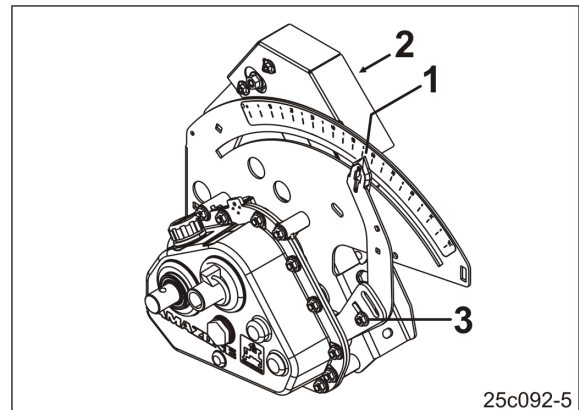

Fig. 25
2. Hold tasten  nede, indtil viseren (Fig. 25/1) stiller sig på skalaværdien "0", og den gule LED-lampe (Fig. 25/2) lyser.
3. Flyt om nødvendigt håndtaget (Fig. 25/3), indtil viseren viser "0", og den gule LED lyser.